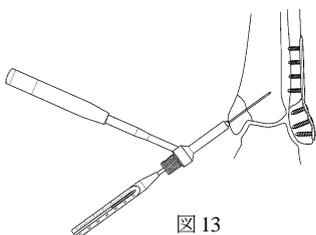

図13
- 13) 経皮的挿入器の1.3 ガイドピンスリーブを取り外し、1.3 ガイドピンデプスゲージを挿入し、刺入深さを計測します。この深さは実測値で計測されます。(図13)